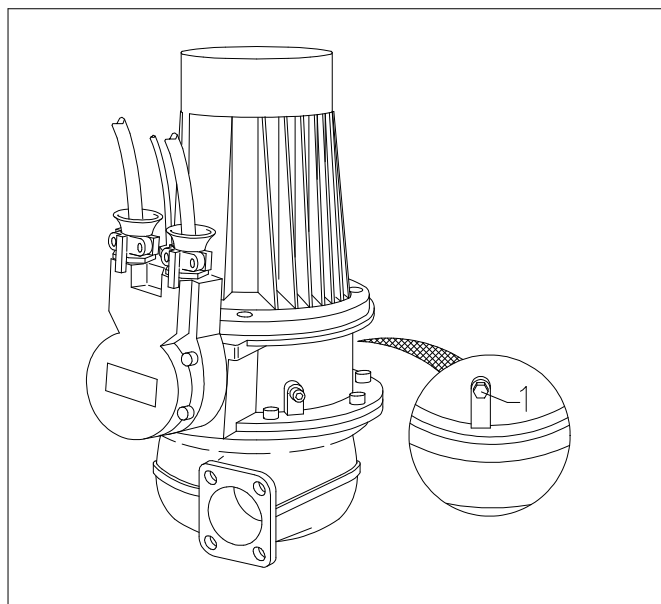

Fig. 7.6
Verwijder de M20 vulplug (1) welke zich tegenover de kabelkast bevindt, zie fig. 7.6